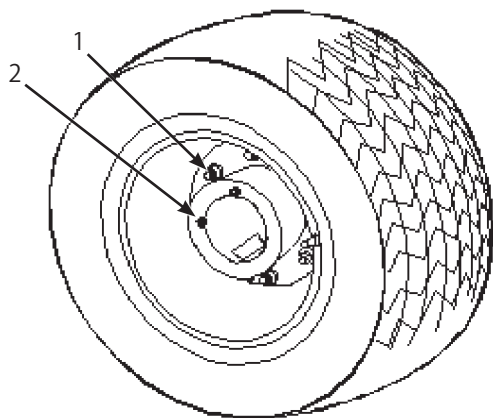

図46
6. 今度は点検/ドレンプラグが図46の位置 (補給位置) にくるように駐車する。